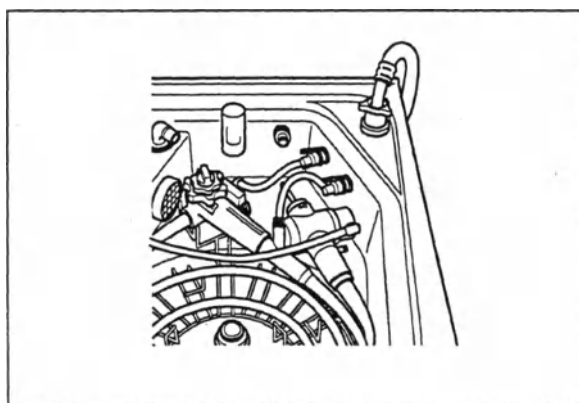

Рис. 5.7
5. Присоедините коннектор на OER-конце промывной трубки к коннектору в глубине моечной ванны, путём лёгкого надавливания (см. рис. 5.7).